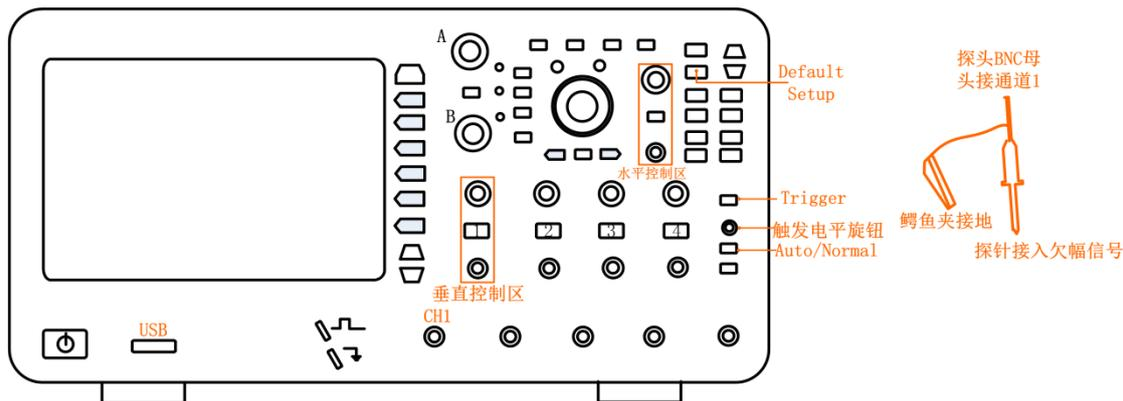

图 10.9 欠幅信号的输入
- 1、通道 1 接入等脉宽的欠幅信号，其中探头 BNC 接口接通道 1，探钩接欠幅信号输出口，鳄鱼夹接地，如图 10.9；